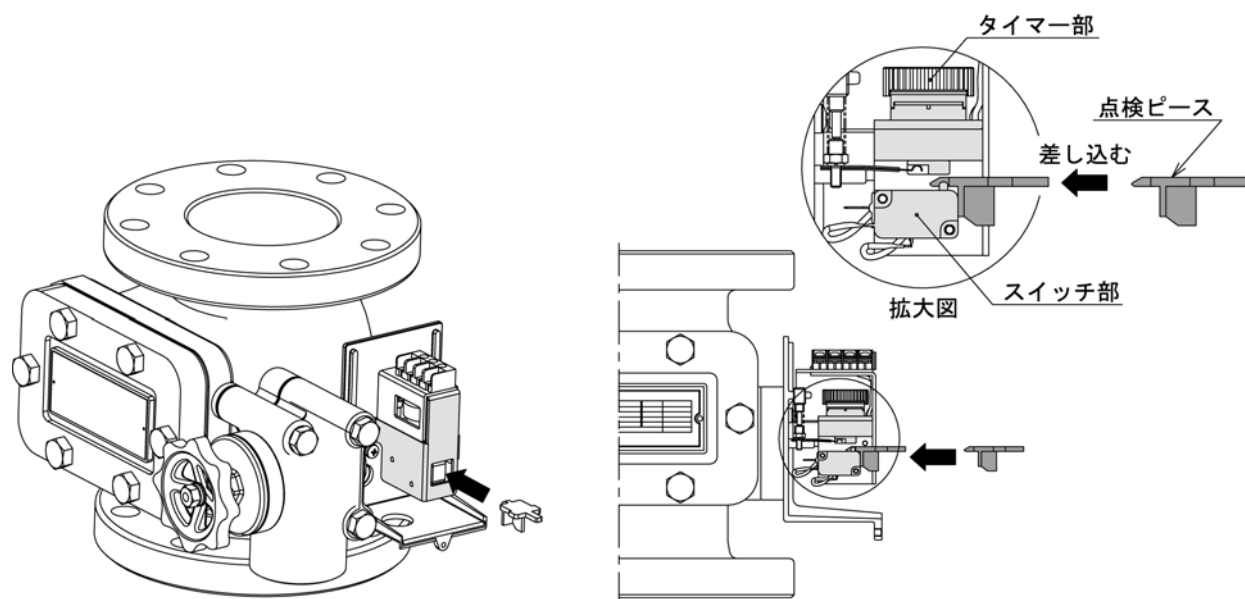

図9. 点検ピースの使用方法
- ① 配管内の水は、水道水を使用してください。酸、アルカリ、塩分等を含んだ腐食性のある水は絶対に使用しないでください。アラームバルブだけでなく、設備全体に悪影響を及ぼします。
- ② 排水弁を操作する際、ハンドルを過大な力で締め込まないでください。排水弁ディスクシートが破損し、漏水する恐れがあります。
- ③ 水張りの際、排水弁を閉じていることを確認後、制御弁を閉、圧力計元弁(アングル弁)を閉じてからポンプを起動してください。その後、制御弁を徐々に開けて注水し、圧力計元弁(アングル弁)を開けてください。手順を誤ると思わぬ漏水事故等をまねいたり、圧力計が水撃力で破損してしまう恐れがあります。
- ④ 水張りの際、受信機等に警報を出したくない場合には「点検ピース」をご使用ください。付属の「点検ピース」を端子ボックス内のタイマースイッチ部に差し込んで行います。9ページの図9に詳しい説明を記載しております。
④ 点検ピース(9ページの図9参照)
使用方法は、端子ボックスのカバーを外した後、下図9に示すように、アラームバルブ作動警報用スイッチのタイマー部とスイッチ部の間にこの「点検ピース」を差し込みます。
1-2 排水弁からの漏洩。	1-2-1 排水弁が完全に閉じているかを確認する。 1-2-2 排水弁のシート部に傷等がある場合には下記の要領にて交換する。 ① 制御弁を閉じる。 ② 端子ボックスカバーを開けて、点検ピースを作動警報用スイッチ部に装着する。9ページの図9をご参照ください。 ③ 排水弁を開け、配管内の水抜きを行う。 ④ 排水弁のボンネットを緩めてディスクシート（ゴムパッキン）を抜き出す。下記図14をご参照ください。 ⑤ ディスクシートを交換する。排水弁ボディシートに傷がある場合は排水弁を交換する。 ⑥ 元通り組付ける。 ⑦ 制御弁を微開後、徐々に開けて配管内に注水する。注水後、制御弁を全開にする。 ⑧ 点検ピースを抜き取り、端子ボックスカバー内の所定位置に戻し、カバーを取付ける。
3-2 バルブ本体のディスク部の異物挟み込み。 または、流水検知部の ステムポート内のゴミ 詰まり。	3-2-1 排水弁を全開にしてフラッシングする。 3-2-2 バルブ本体のカバーを取外し、内部の異物 を取除く。 ① 制御弁を閉じる。 ② 端子ボックスカバーを開けて、点検ピース を作動警報用スイッチ部に装着する。9ペ ージの図9をご参照ください。 ③ 排水弁を開け、配管内の水抜きを行う。 ④ バルブ本体のカバーを取外す。 ⑤ ヒンジピンを引き抜き、ディスクを取り出す。 14ページの図15をご参照ください。 注) ディスクを取り出す際、シートリングに擦ら ないように注意してください。ディスクリング に傷などがある場合は14ページの図17を 参照してお取替えてください。 ⑥ 内部清掃、確認、異物の除去。